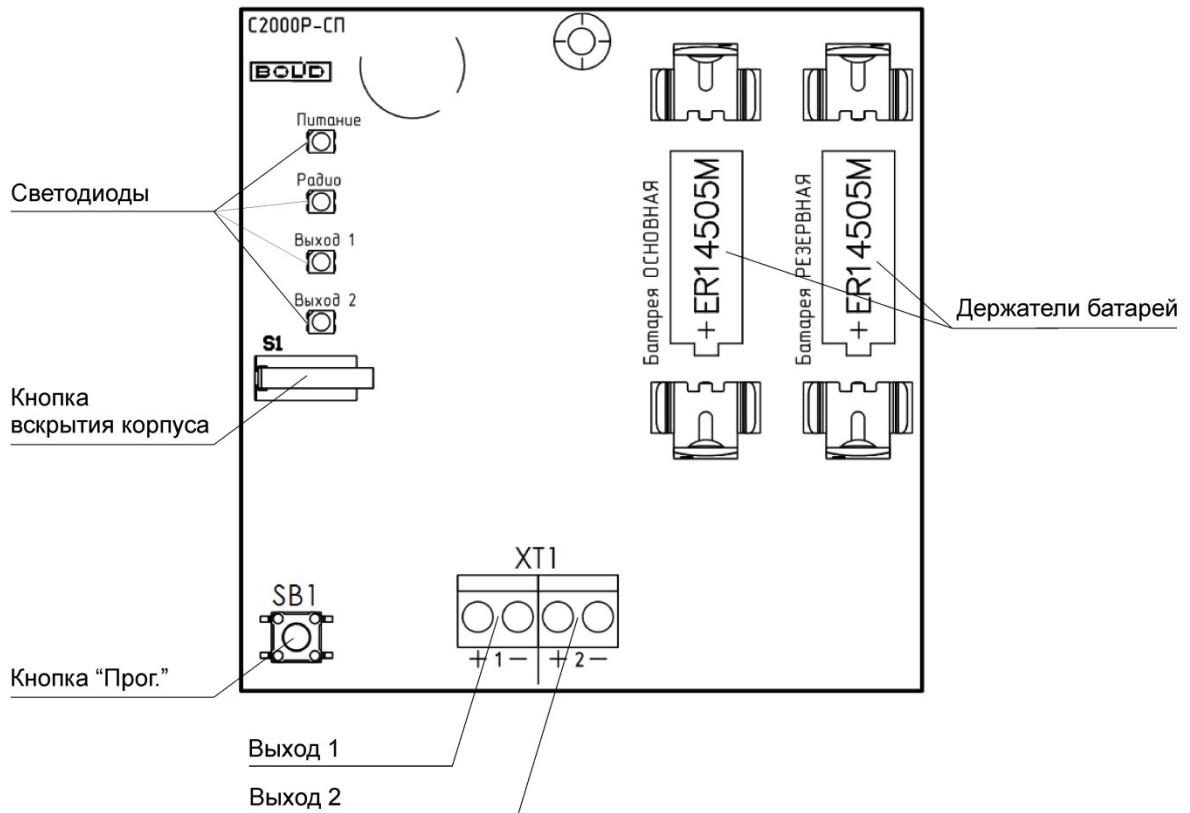

Рисунок 2.2 Расположение элементов на плате
На плате блока располагаются элементы питания, органы управления прибором и клеммы подключения исполнительных устройств (см. Рисунок 2.2):
- Нажать кнопку «Прог.» на плате блока (см. Рисунок 2.2) на время более 3 секунд.